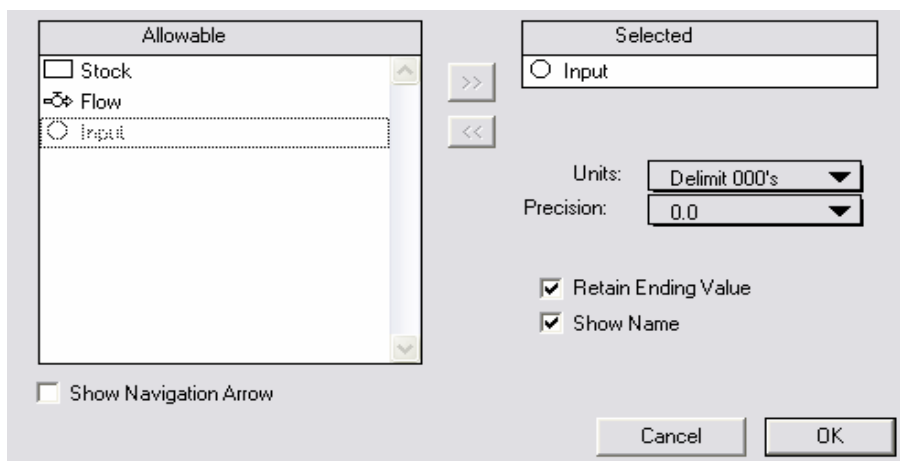

Рис.2.63
**Числовой дисплей** используется, когда надо показать текущее значение какой-либо модельной переменной. Чтобы создать **числовой дисплей**, надо нажать на кнопку , и щелкнуть в том месте рабочего листа, где вы хотите поместить объект. Диалоговое окно определения **числового дисплея** представлено на Рис.2.63.